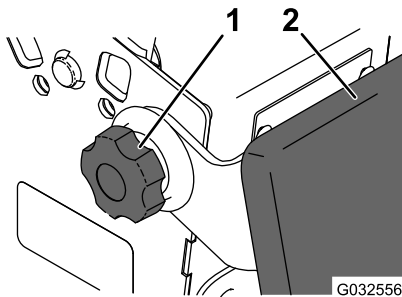

Figura 28
2. Afloje los pomos en cada lado de la máquina (Figura 28).